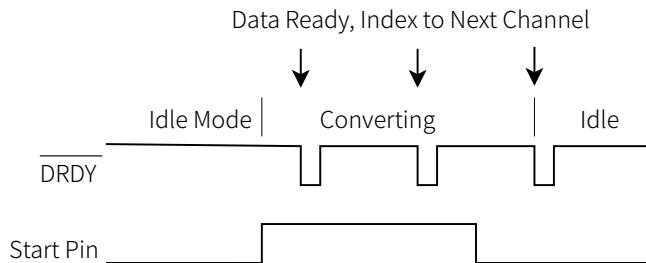
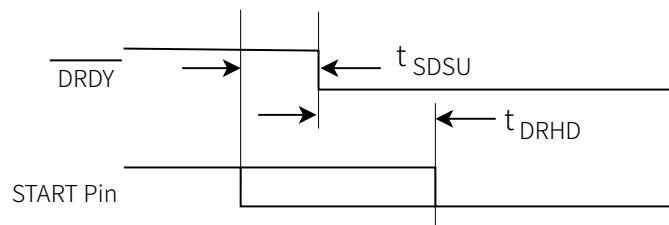
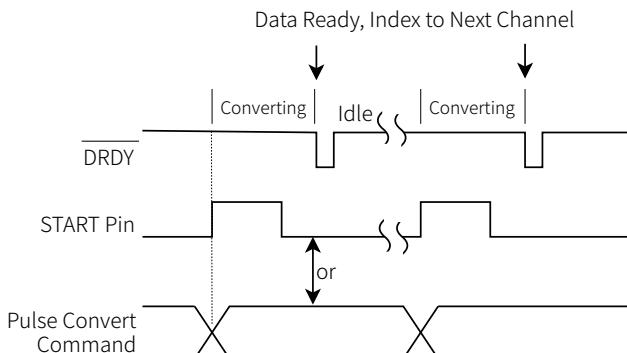

图 42 转换控制, 自动扫描模式
图 44 START 管脚和 DRDY 时序
图 43 脉冲转换, 自动扫描模式
如图 42 所示，当 START 管脚变高时，芯片连续循环转换所有预先设定的通道，直到 START 管脚变低，转换过程完成，设备进入待机或休眠模式，等待新的启动条件。当 DRDY 为低时，转换数据准备就绪。图 44 显示了 START 管脚和 DRDY 时序。在表 11 中描述了通道数据被转换的顺序。当编程列表中最后一个选择的通道已经转换时，设备从最高优先级的通道开始继续转换。如果在自动扫描模式下只选择了一个通道，则转换器保持在该通道循环完成转换。对任何寄存器的写入操作都会将通道指针重置为最高优先级的通道（见表 12）。在“固定通道”模式下，通道指针保持不变。
脉冲转换可以通过 START 管脚实现，也可以通过脉冲转换命令 (PC) 实现。使用 START 管脚时，在转换周期完成之前变为低电平，则在转换完当前通道后芯片进入待机或休眠模式，等待新的启动条件，如图 43 所示。图 44 显示了 START 管脚和 DRDY 时序。使用脉冲转换命令发起转换时，START 管脚维持低电平，每个脉冲转换命令转换来自一个通道的数据。当命令字节完全移入 (SCLK 的第八个下降沿) 时，脉冲转换命令生效。转换完成后，如果启用了多个通道 (自动扫描模式)，转换器会将地址指针指向下一个选定的通道。